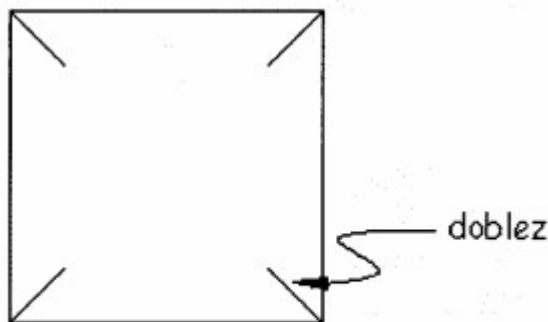

Figura 1
- 2.1. Pesa el recipiente en el que se va a poner la sustancia: a esta operación se le llama “tarar”. Para líquidos se pueden utilizar los vasos de precipitados; para pequeñas cantidades de sólidos, se puede utilizar un cuadrado de papel de aproximadamente 3cm X 3 cm, doblado en las esquinas (Figura 1).